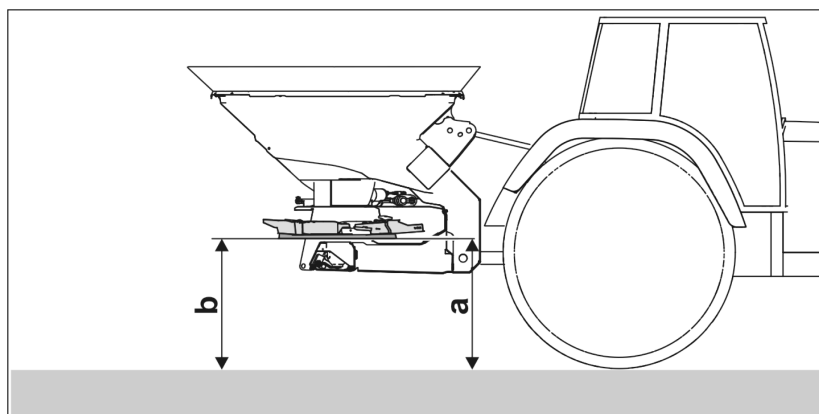

Fig. 44
2. Løsn låsen (Fig. 44/1).
3. Find den korrekte spjældstilling på skalaen (Fig. 44/2).
4. Indstil aflæsningskanten (Fig. 44/3) ved indstillingshåndtaget (Fig. 44/4) på skalaværdien.